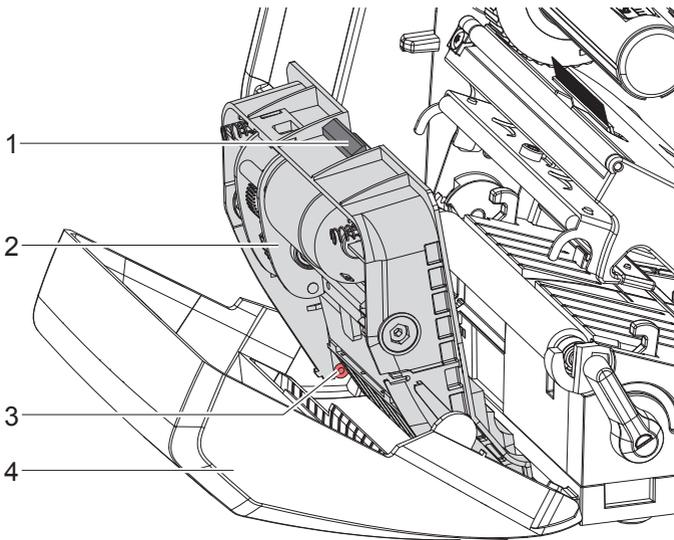

Figure 4 Démontage du massicot
- ▶ Tourner l'arbre (6) dans le sens des aiguilles d'une montre avec un tournevis Torx TX10 jusqu'à ce que les crémaillères (7) soient désengagés.
- ▶ Retirer la lame supérieure (9) des guides (8).
- ▶ Retirer la lame inférieure (10).
- ▶ Si nécessaire, replacer les ressorts (12) dans les dispositifs de retenue de ressort (13).
- ▶ Pour remonter la lame supérieure, appuyer la lame inférieure sur le cache et pousser la lame supérieure vers le haut dans le guide jusqu'à ce que les crémaillères (7) puissent s'engager dans les roues dentées (5).
- ▶ Tourner l'arbre (6) dans le sens inverse des aiguilles d'une montre avec le tournevis Torx TX10 jusqu'à ce que la lame atteigne la butée supérieure.
5. Accrocher le bloc massicot (2) conformément à la figure 4 dans les axes (3) et basculer le couvercle (4) jusqu'à ce qu'il s'enclenche.